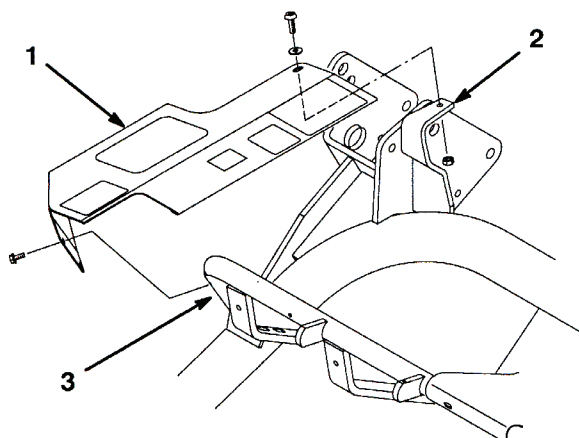

図8
1. フレーム・チューブと取り付けブラケットについている穴に、カバーの取り付け穴を整列させる (図8)。
2. ソケット・ヘッド・ネジ (1/4 × 3/4 in.)、ワッシャ (1/4 in.)、ロックナット (1/4 in.) を使って、カバーの後部を取り付けブラケットの上部に仮止める (図8)。
3. タップネジ2本を使って、カバー上部をフレーム・チューブに仮止める (図8)。取り付け状態を確認し、各ネジを本締めする。